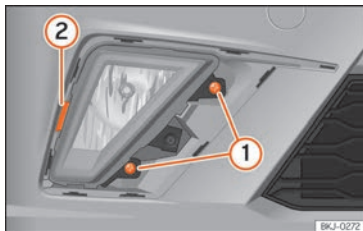

Fig. 59 Faro antiniebla: desmontar el portalámparas
- Retire los dos tornillos »» fig. 59 ① y haga palanca en el clip ② para extraer el faro antiniebla.